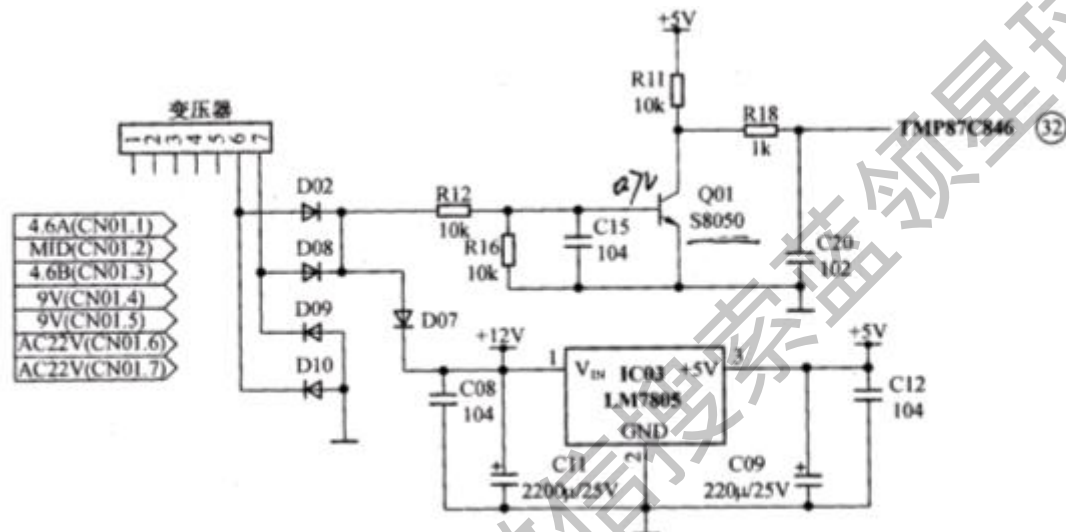

图2-8 过零检测电路原理图
过零电路原理如图 2-8 所示，电源变压器输出的 AC12V 电压经 D02、D08、D09、D10 桥式整流后，输出一脉动的直流电；，经 RM 和 R16 分压提供给 Q01，当三极管 Q01 的基极电压小于 0.7V 时，Q01 不导通，芯片 (32) 脚处于高电平；当三极管 Q01 的基极电压大于 0.7V 时，Q01 导通。这样便可得到一个过零触发的信号。电阻 R18 作为限流用。